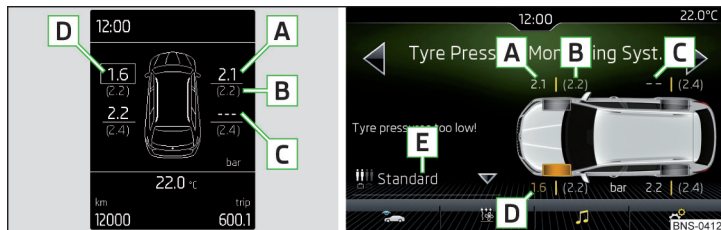

Fig. 315 Exemplu de afișaj în panoul de bord / Setări în Infotainment
Afișarea pe ecran » fig. 315
▶ La opțiunea de meniu **Control presiune anvelope**, atingeți suprafața de comandă funcții **E** » fig. 315.
▶ **sau:** Selectați opțiunea (E) → **Anvelope** → **Încărcare** :